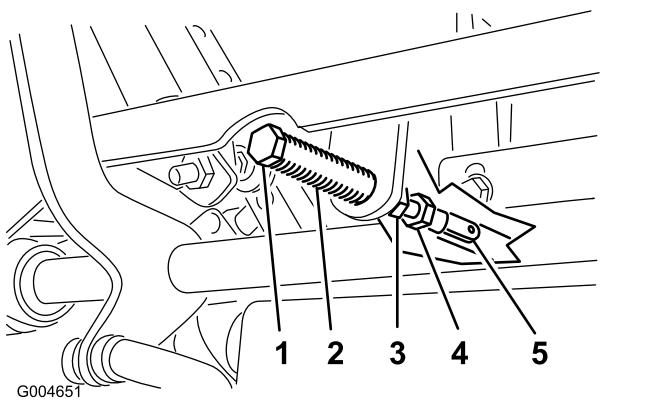

Figura 83
5. Tire hacia atrás de la palanca hasta que el pasador (en el brazo situado encima del eje pivotante) entre en contacto con el extremo de la ranura (empezando justo a tensar el resorte) como se muestra en Figura 83.
7. Si es necesario un ajuste, afloje la tuerca y la contratuerca contra la horquilla (Figura 83).
8. Aplique una ligera presión hacia atrás en la palanca de control de movimiento, y gire la cabeza del perno de ajuste en el sentido apropiado hasta que la palanca de control esté centrada en la posición de BLOQUEO/PUNTO MUERTO (Figura 83).
9. Apriete la tuerca y la contratuerca (Figura 83).
10. Apriete las contratuercas de las articulaciones esféricas (Figura 83).